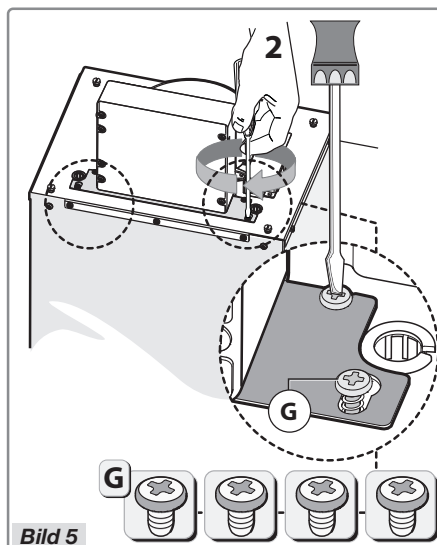

Bild 5
- Säkra konsolen med de fyra skruvarna **G**, enligt bild 5.